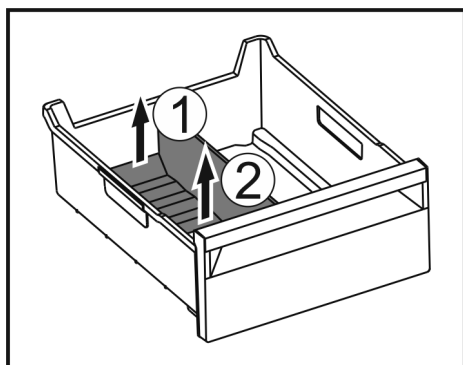

Fig. 175
- Hinteren Teil des Eisdüf-Trenners anheben. Fig. 175 (1)
- Eisdüf-Trenner nach oben entnehmen. Fig. 175 (2)